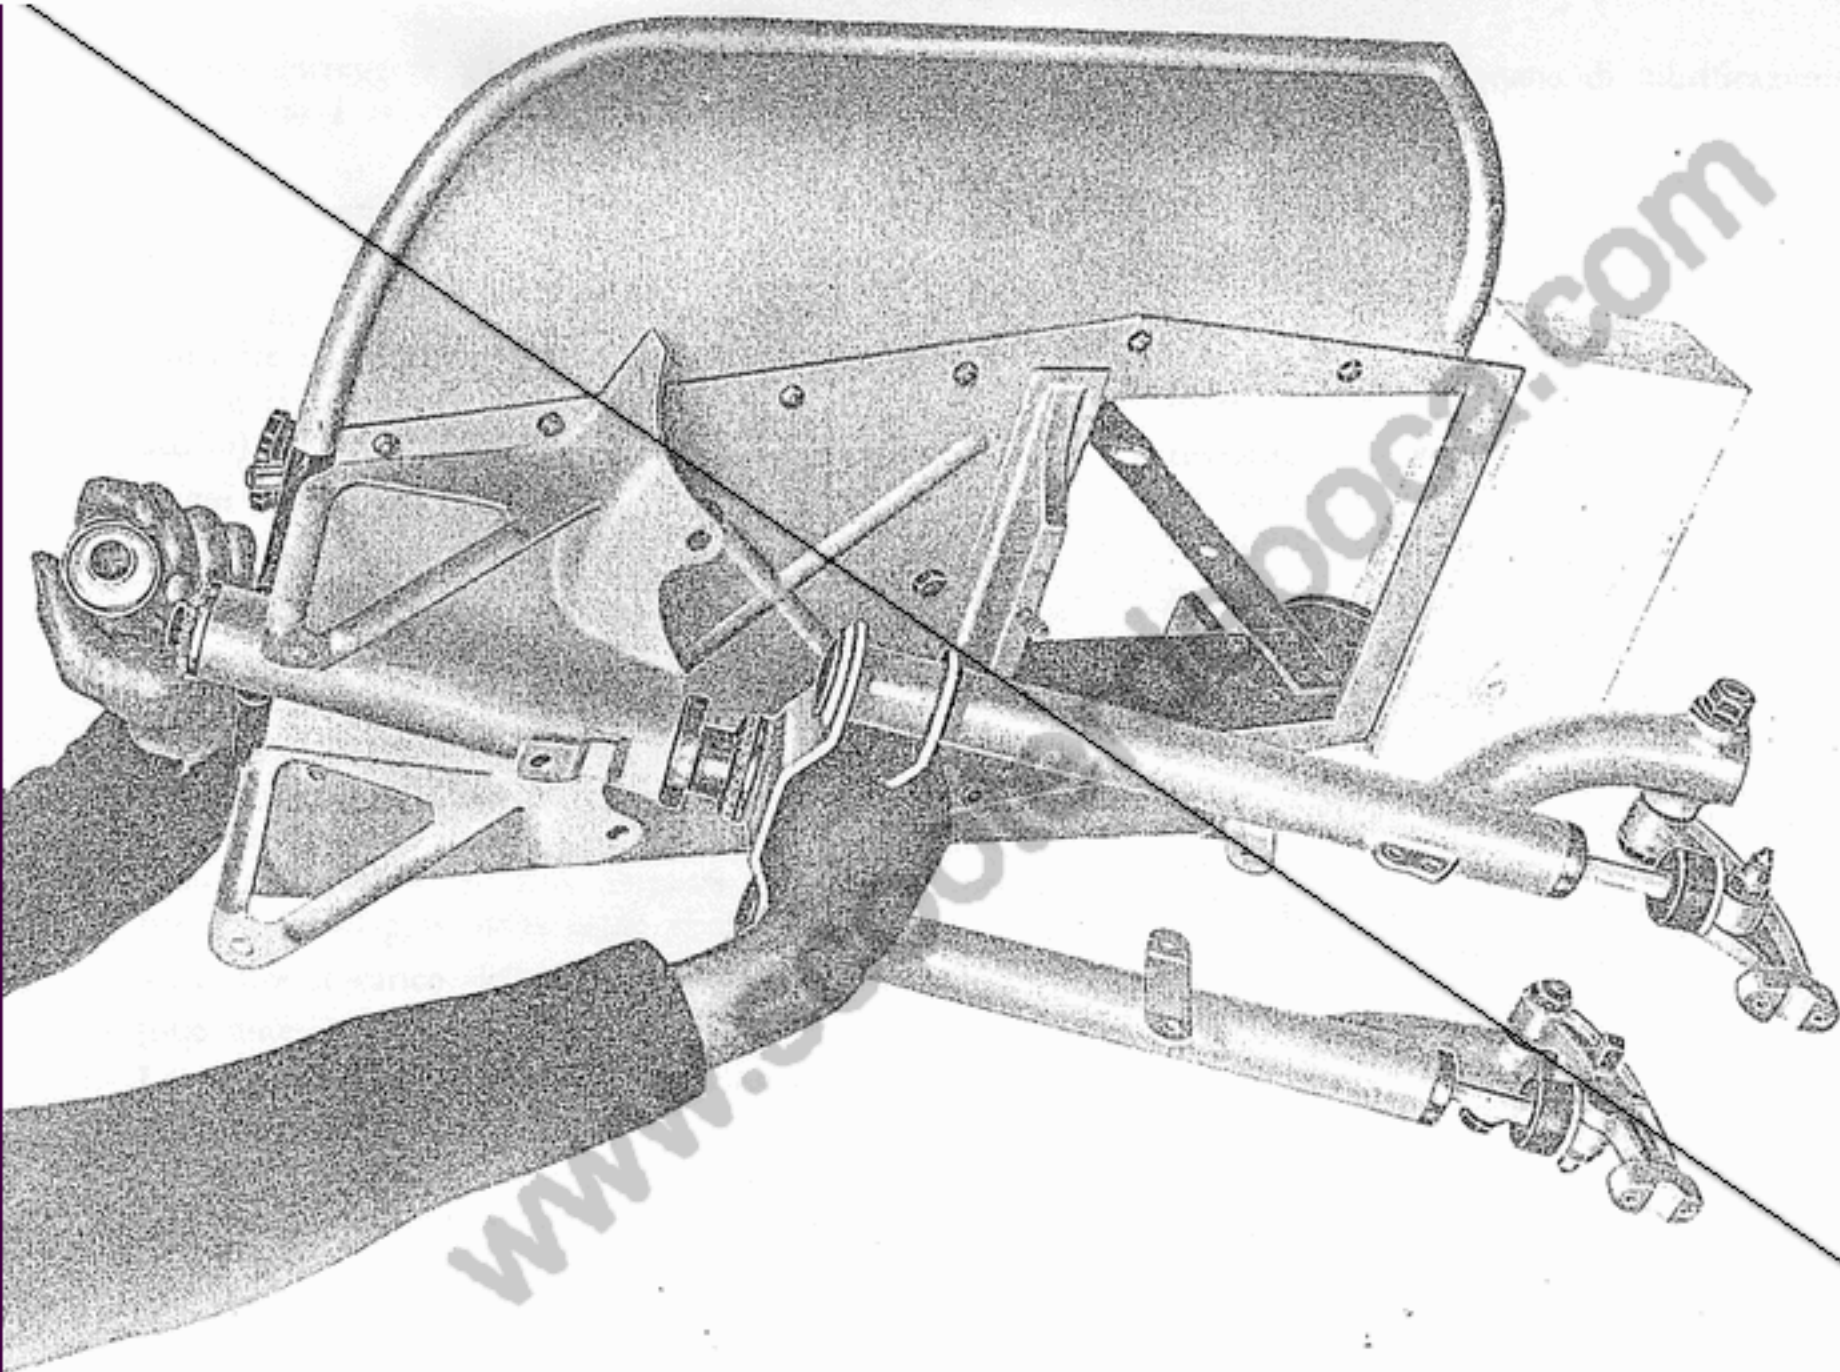

Fig. 32 - Come si smonta la forcella anteriore
- la forcella anteriore, sfilandola, dopo aver svitato la calotta superiore. Fare attenzione nello sfilarla a non perdere le sfere; ve ne sono 18 nella parte superiore e 20 nella parte inferiore (ved. fig. 32);